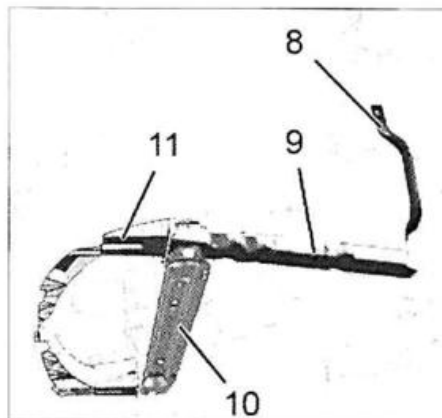

FIG. 3
- el guardabarros delantero izquierdo (7)
- Desmontar (fig. 3):
- el travesaño de radiador (10)
- el potro (11)
- la prolongación de cuna (9)
- la bieleta (8)